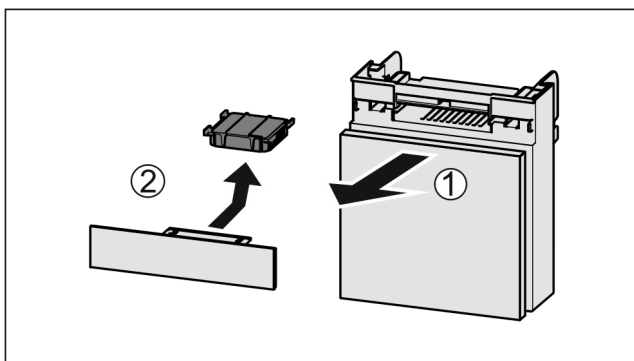

Fig. 88
- ▶ Потягніть Fig. 88 (1) відділення вперед.
- ▶ Витягнути Fig. 88 (2) фільтр з активованого вугілля.